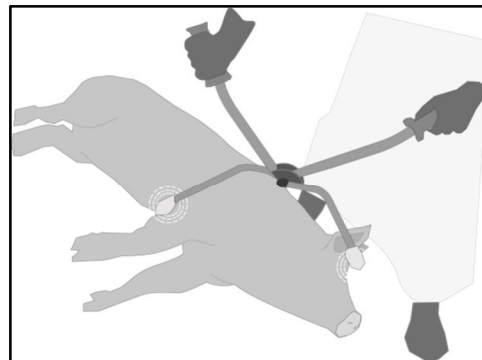

Abb. 6-4 Ideale Ansetzpositionen der Elektroden
4. Setzen Sie sofort die Elektroden der Betäubungszange am Herzen und am Ohrgrund des Kopfes des liegenden Tiers an (siehe Markierungen Abb. 6-4):